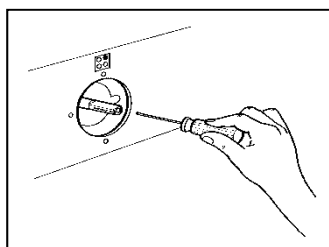
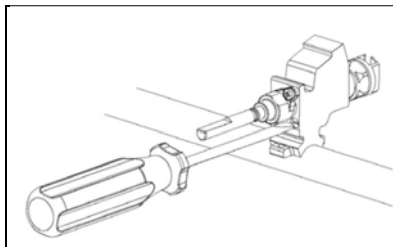

Fig 5
Fig 6
3. Se la cucina non è dotata di valvole di sicurezza sui bruciatori del piano inserire un piccolo cacciavite a lama nel foro dell'astina del rubinetto (**Fig.5**) e ruotare a destra o a sinistra la vite di strozzamento finché la fiamma del bruciatore sia regolata convenientemente al minimo; se la cucina è dotata di valvole di sicurezza la vite di strozzamento non è situata nel foro dell'astina, ma sul corpo del rubinetto (**Fig.6**).